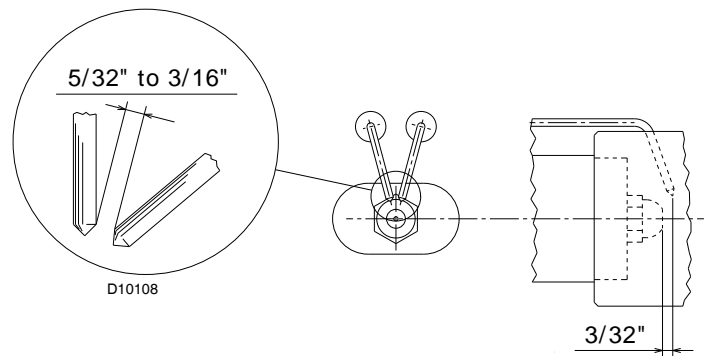

Fig. 19
- Veiller à ce que les électrodes soient placées comme illustré dans la Fig. 19.
Veiller à ce que les électrodes soient placées comme illustré dans la Fig. 19.